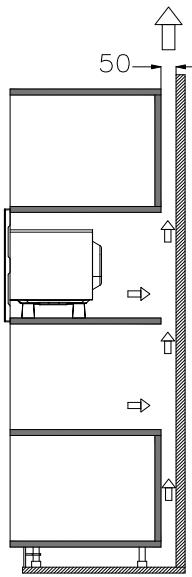

Fig. 4
- d) Utilice los tornillos del embalaje de piezas para fijar el horno de microondas en el armario. (Fig. 4)